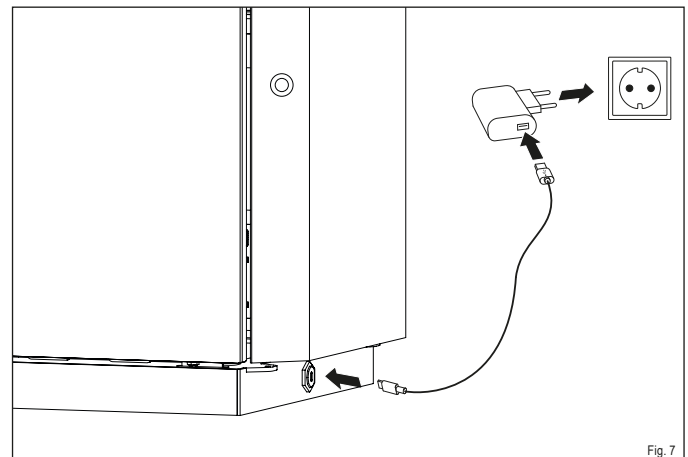

Fig. 7
- ▶ Connectez le câble USB-C au port du poêle et à la prise d'alimentation (Fig. 7).
- ▶ Branchez la fiche secteur sur le réseau électrique (Fig. 7).